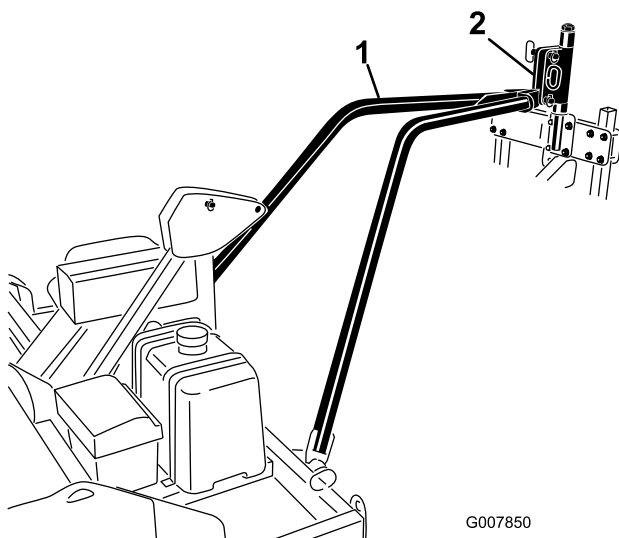

図 13
4. 積荷固定ロープなどで固定していた牽引アームヒッチプレートを解き、エアレータのヒッチピボットにセットする 図 13。